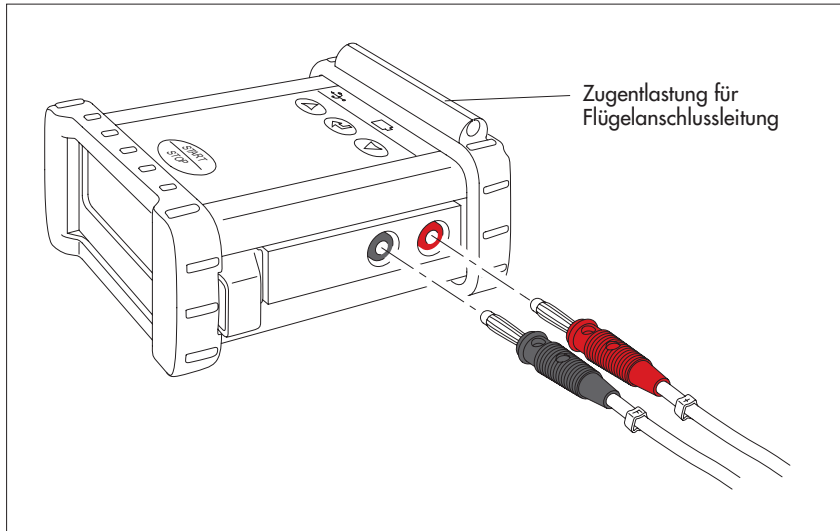

Abb. 3: Messflügel an Z400 anschließen. Die Flügelschlussleitung ist zur Zugentlastung in die Nut der rückwärtigen Gummiabdeckung einlegbar.
- Messflügel wie in Abbildung 3 gezeigt an Z400 anschließen. Auf korrekte Polarität achten („+“: rote Buchse; „F“ (Flügelkontakt): schwarze Buchse)! Eine vertauschte Polarität führt zu einer erhöhten Korrosion des Messflügels (elektrochemische Korrosion).